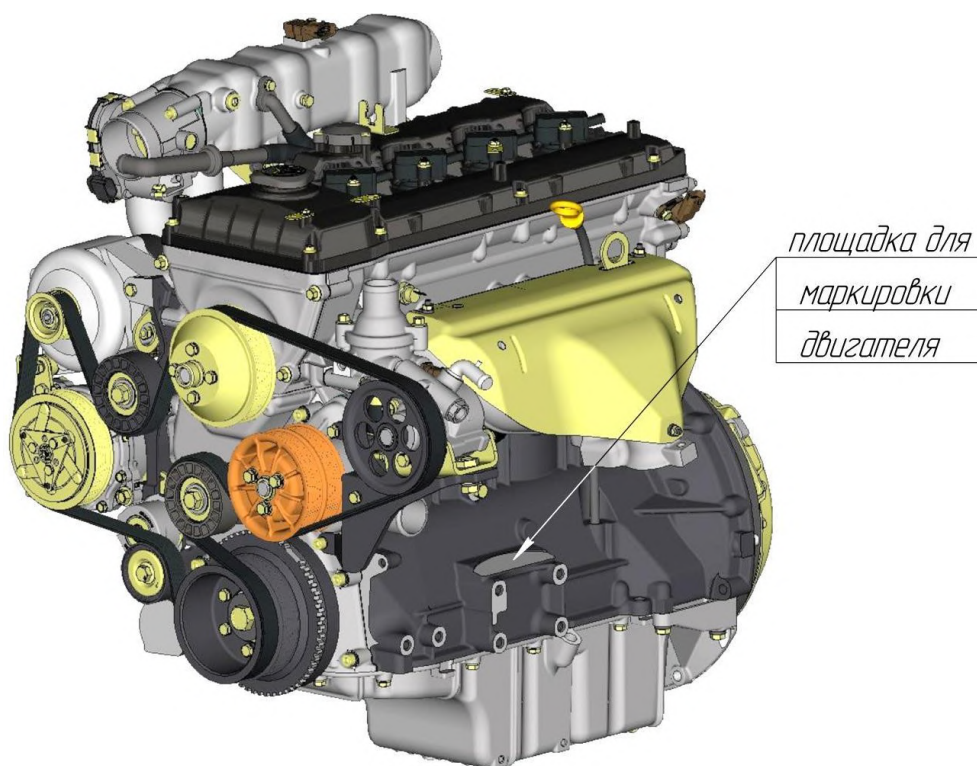
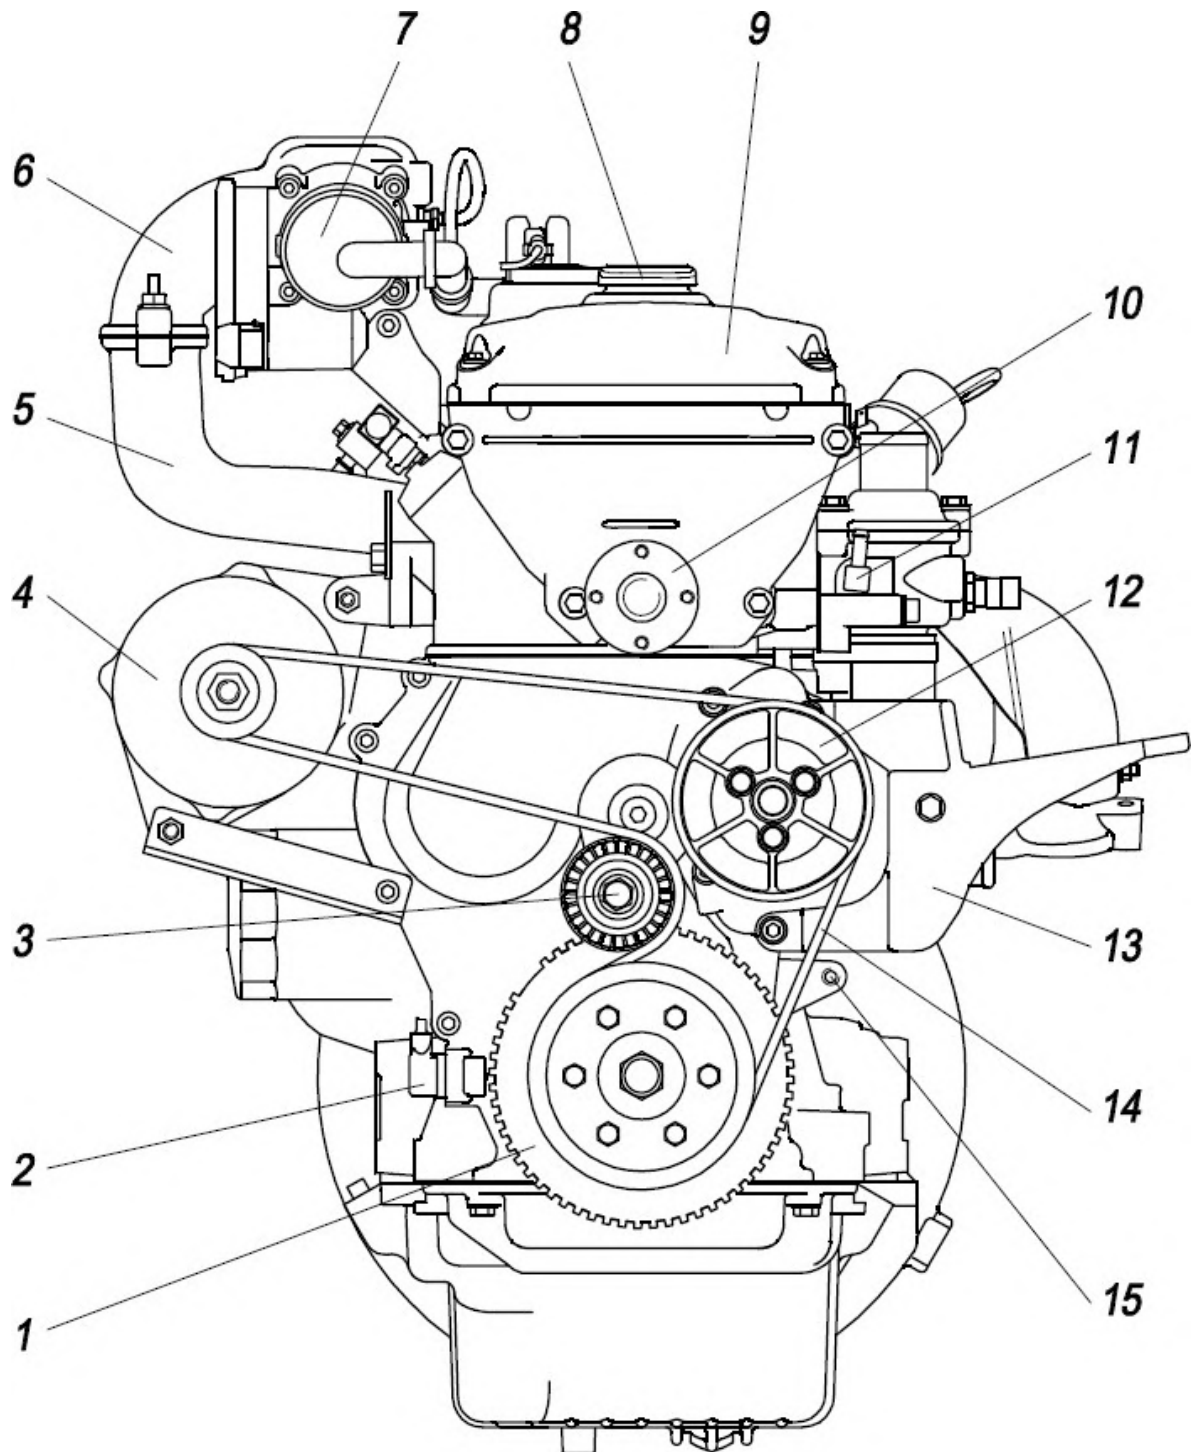
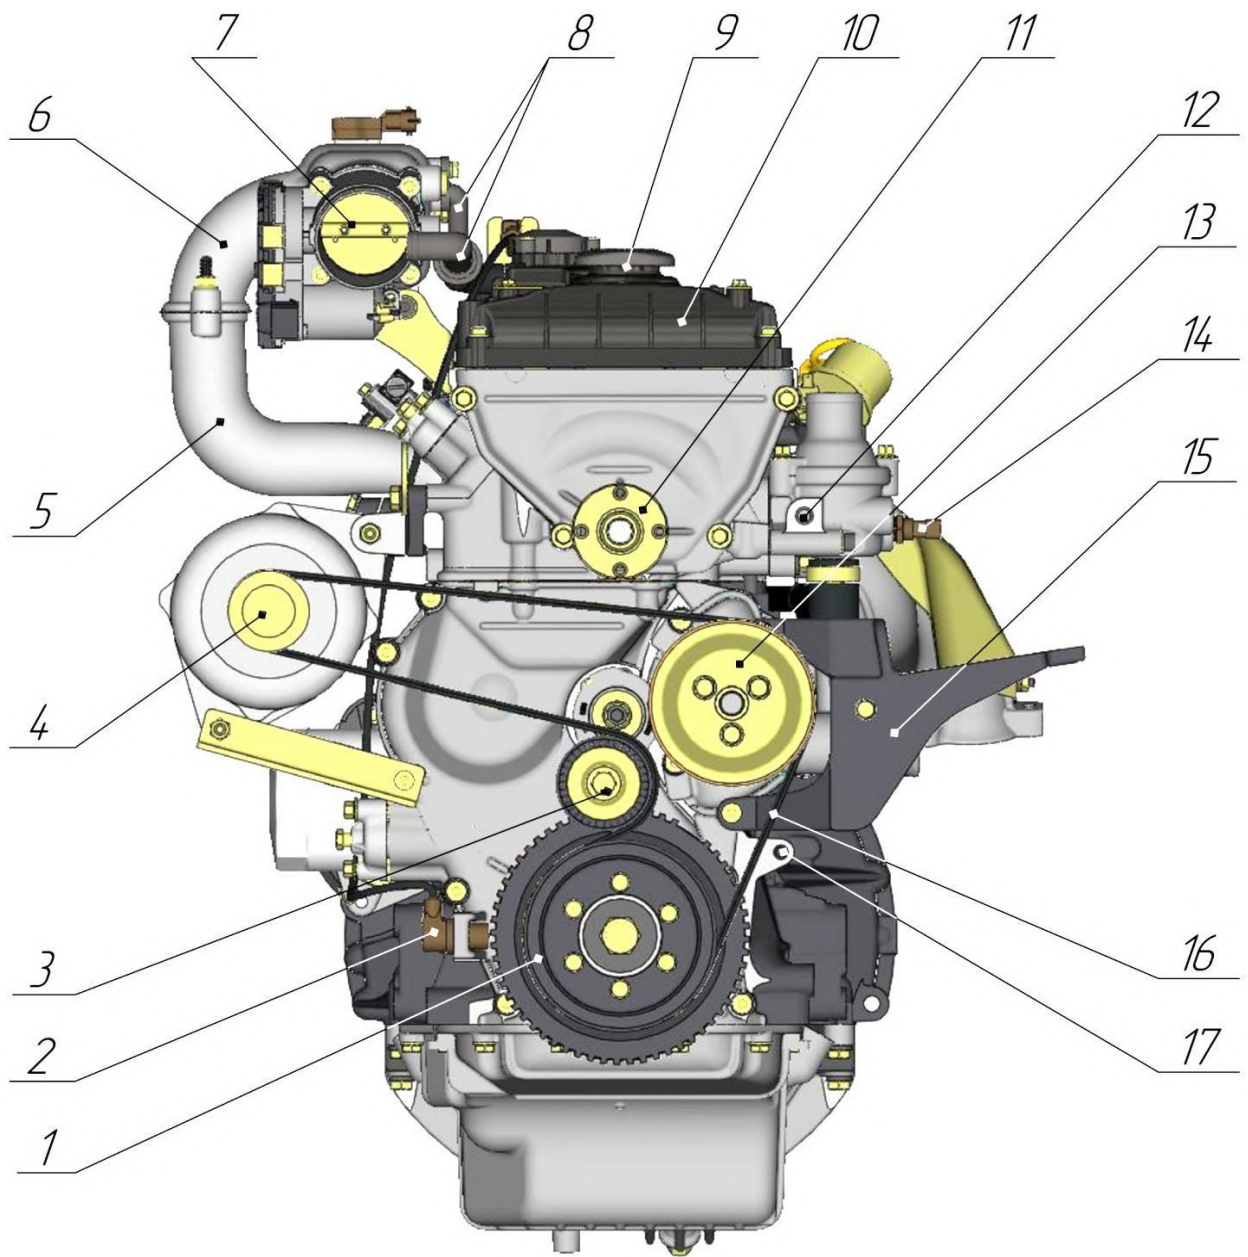
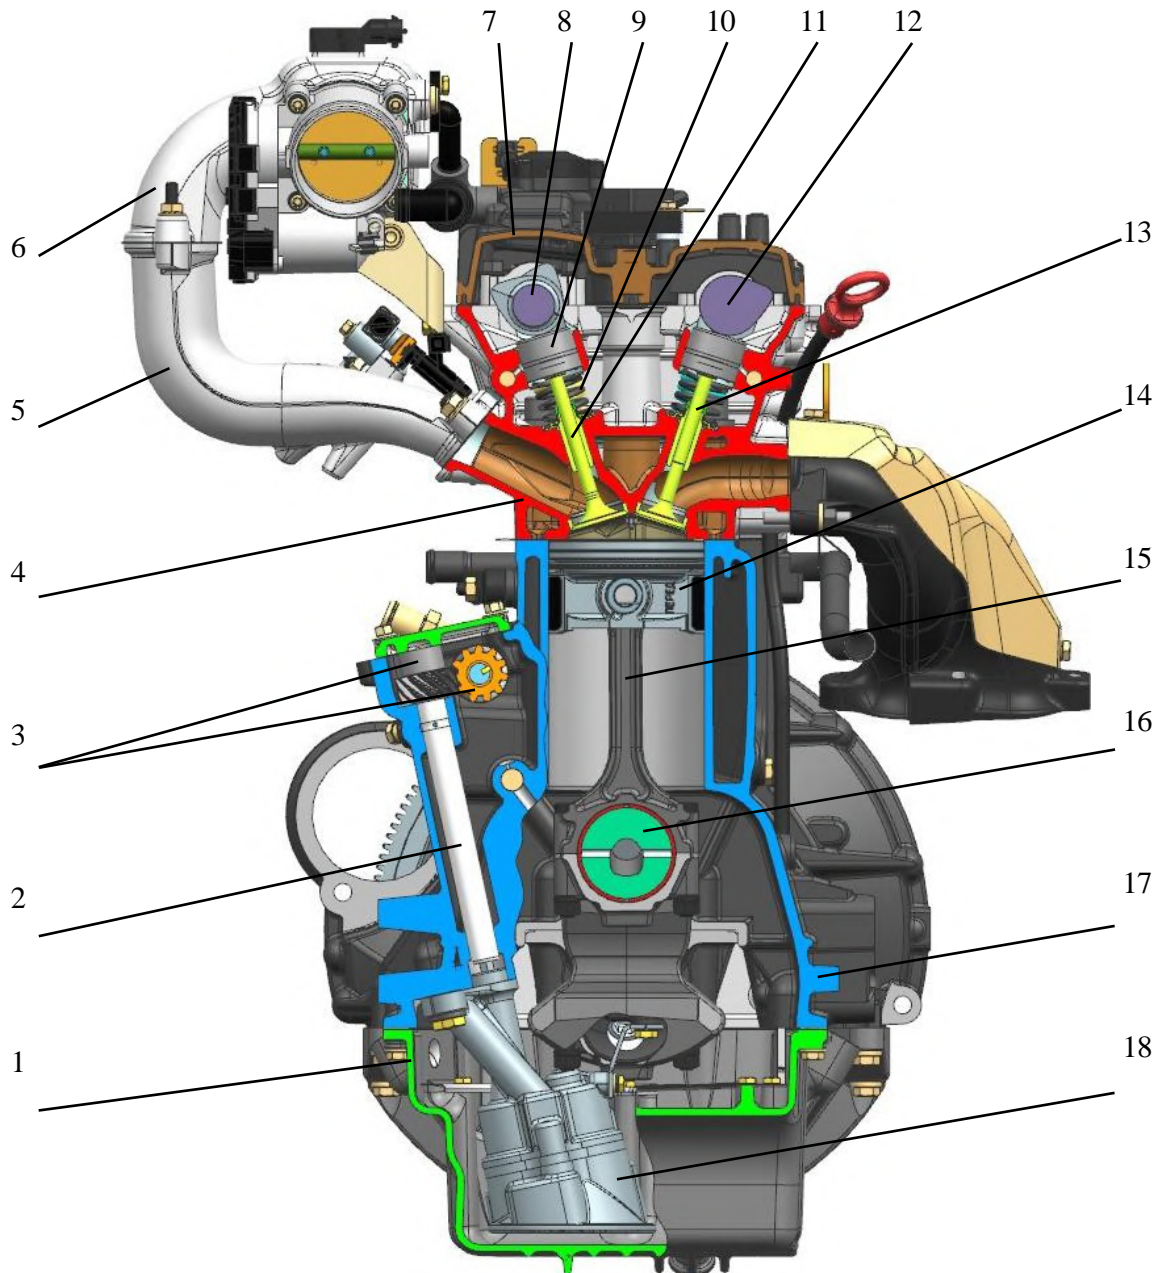

Abb. 1. Gesamtansicht des Motors ZMZ-40905.10
Abb. 2. Vorderansicht des Motors ZMZ-40904.10:
Abb. 9. Vorderansicht des Motors ZMZ-40905.10:
Abb. 15. Querschnitt des Motors ZMZ-40905.10:
Die Motoren werden vom Hersteller ohne Klimakompressor, Servolenkungspumpe und Servolenkungsriemen ausgeliefert, die zur Veranschaulichung in Abb. 1, 13–14 dargestellt sind.
Eine Gesamtansicht des Motors ZMZ-40905.10 ist in Abb. 1 dargestellt, Ansichten des Motors ZMZ-40904.10 sind in Abb. 2–8 dargestellt, Ansichten des Motors ZMZ-40905.10 sind in Abb. 9–14 dargestellt, der Querschnitt des ZMZ-40905.10, der Längsschnitt des Motors ZMZ-40905.10 und die äußere Drehzahlkennlinie des Motors sind in Abb. 15–17 dargestellt.
2. Die Identifikationsnummer des Motors wird gemäß Abb. 17 per Prägung auf den Zylinderblock aufgebracht. Die Identifikationsnummer des Motors wird in einer Zeile auf die bearbeitete Oberfläche des Zylinderblocks aufgebracht, die sich auf der linken Seite über den Befestigungsösen der vorderen Motorhalterung befindet (Abb. 1).